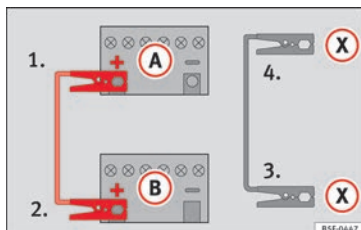

Fig. 78 Schéma de branchement pour les véhicules équipés du système Start-Stop.
- Sur les véhicules avec système Start-Stop : raccordez une extrémité du câble d'urgence noir (X) à une borne de mise à la terre appropriée, à une pièce métallique massive vissée au bloc-moteur, ou au bloc-moteur lui-même » » » fig. 78.
5. Branchez l'autre extrémité du câble de démarrage noir (X), dans le véhicule avec la batterie déchargée à une pièce en métal massif vissée au carter-moteur ou directement au carter-moteur mais le plus loin possible de la batterie (A).